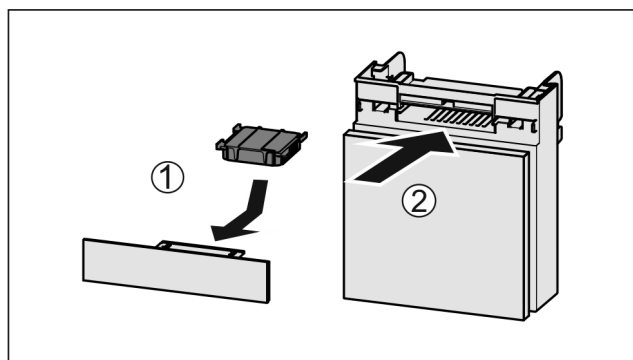

Fig. 35
- Actiefkoolfilter overeenkomstig afbeelding aanbrengen Fig. 35 (1).
- Lade erin schuiven Fig. 35 (2).